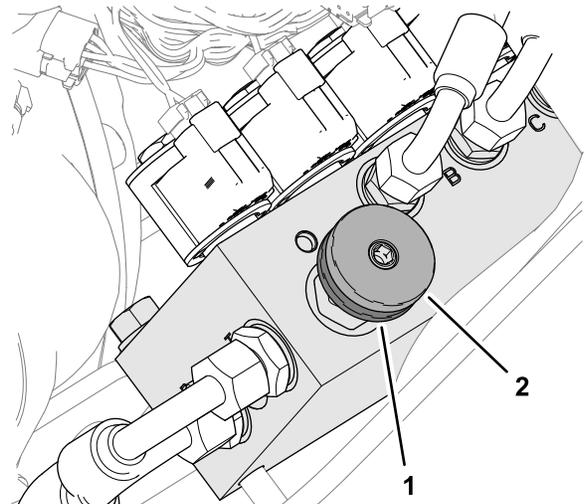

Figura 31
**Trasferimento del peso.** La portata del trasferimento di peso può essere variata a seconda delle condizioni in cui si opera, ruotando la rotella di trasferimento del peso (Figura 31) nel modo seguente:
1. Allentate il dado di bloccaggio della valvola girandolo di 1/2 giro in senso antiorario e mantenete in questa posizione (Figura 31).
2. Ruotate la rotella della valvola (Figura 31) in senso antiorario al fine di ridurre il trasferimento di peso oppure in senso orario per aumentarlo.